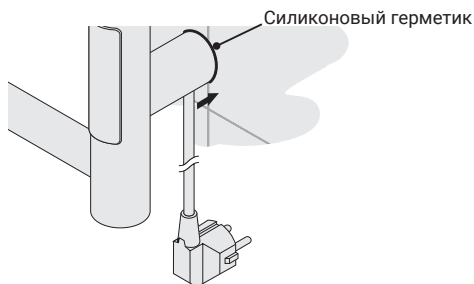

Рис.4
4.1.5. Для повышения степени защиты произвести герметизацию шва силиконовым герметиком с левой и правой стороны по контуру примыкания модулей скрытого подключения и стены (рис. 4).